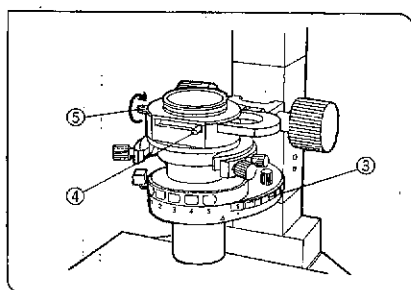

図 100
- 4) ターレット③を回し、BFの明視野観察光路(光路に光学素子がない状態)にします。(図100)
- 5) ポラライザユニット(IX-LWPO)のポラライザ挿脱レバー④を右側に動かして、ポラライザを光路に入れます。(図100)
- 7) ポラライザユニットのポラライザ回転/固定つまみ⑤を反時計方向に少しゆるめ、水平回転して、視野が最も暗くなる暗黒の位置に合わせます。(図100)
（図 100）